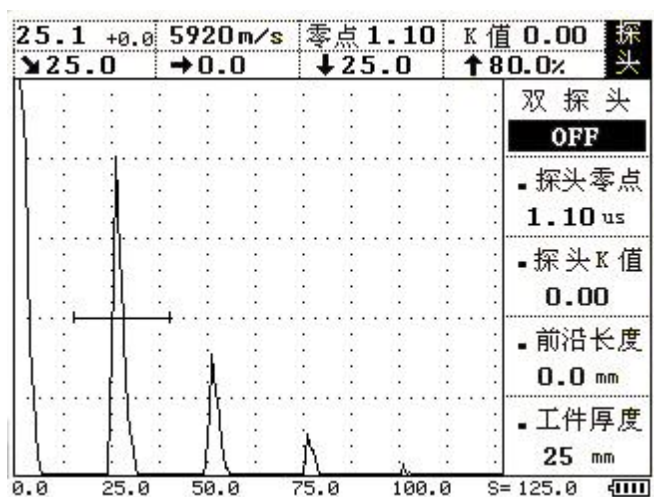

图 4-3
4、设置 a 闸门锁定第一个回波。按 **自动增益** 键让其最高回波达到屏幕的 80%。在屏幕的左上角显示声程值，如这一数值不等于 25mm，按 **探头** 菜单，再按 **▲**（上）或 **▼**（下）键调整到工件厚度子菜单，再用 **◀**（左）或 **▶**（右）键将厚度调整为 25.0mm。再按 **▲**（上）或 **▼**（下）键调整到探头零点子菜单。再用 **◀**（左）或 **▶**（右）键调整，直到使数值等于 25mm。此时的探头零点即为校准后的零点。如图 4-3 所示。